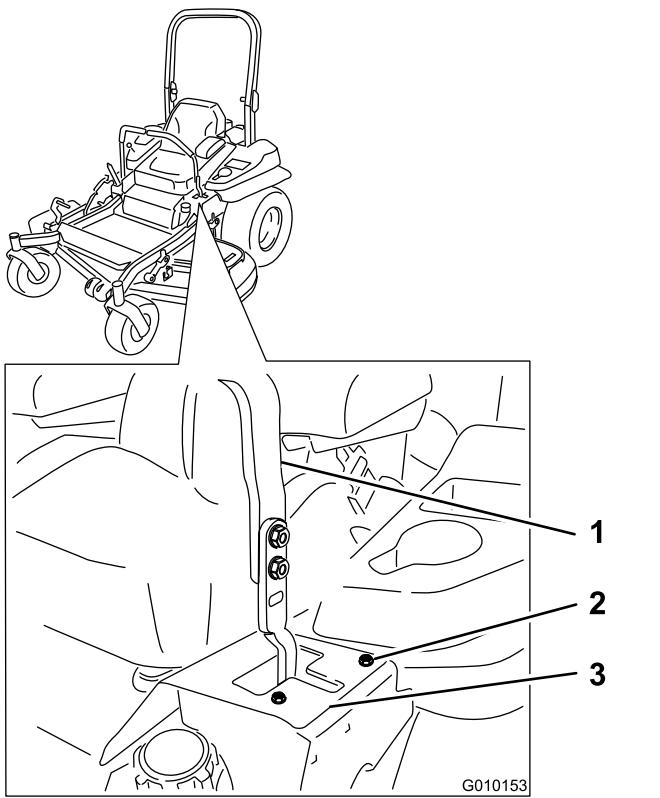

Bild 76
- Wenn sie nach rechts zieht, lösen Sie die Schrauben und versetzen die linke Anschlagsplatte am linken T-Schlitz nach hinten, bis die Maschine geradeaus fährt (Bild 76).
- Wenn sie nach links zieht, lösen Sie die Schrauben und versetzen die rechte Anschlagsplatte am rechten T-Schlitz nach hinten, bis die Maschine geradeaus fährt (Bild 76).
6. Ziehen Sie die Anschlagsplatte fest (Bild 76).